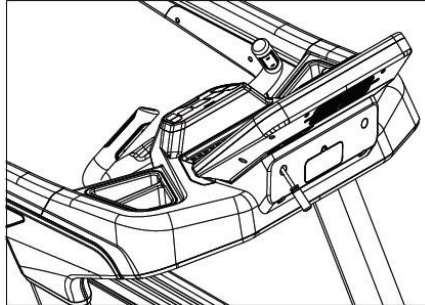

Abb. 4.1.1
- 1) Wie in Abb. 4.1.1 dargestellt, entfernen Sie zunächst die rückseitige Abdeckung.**